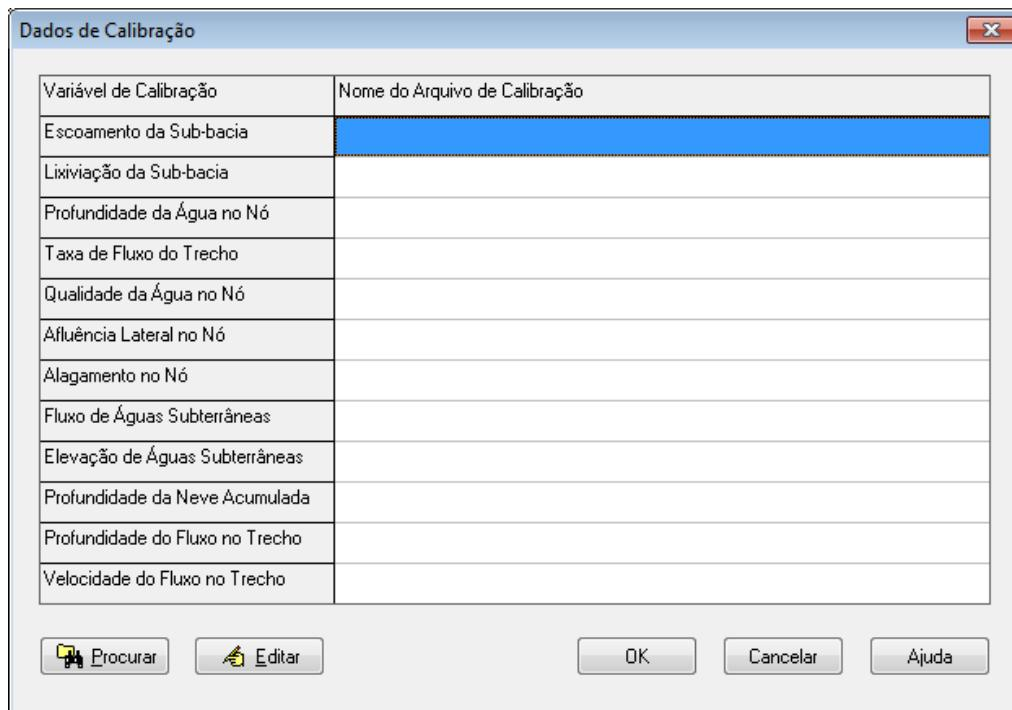

Figura 5.3 - Dados de Calibração
2. No formulário de dados de calibração mostrado na Figura 5.3, clique no quadro de texto que se encontra à direita do parâmetro do qual se pretendem registrar os dados de calibração (ex. nível de água no nó, vazão no trecho etc.).